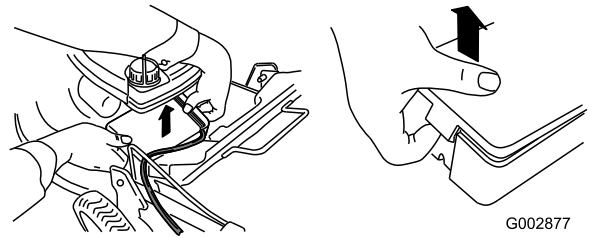

Figura 38
1. Desenganche ambos extremos de la tapa de la batería y retírela (Figura 38).